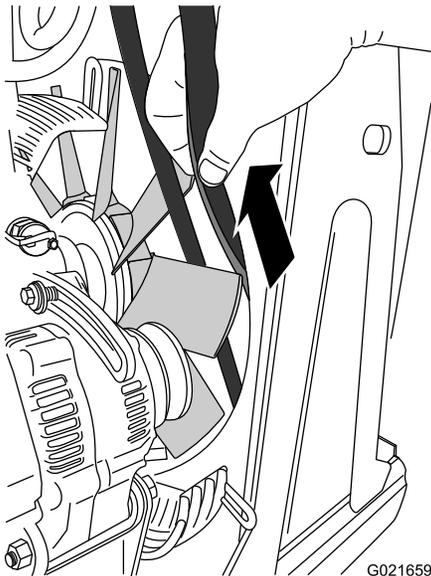

Figura 90
- Coloque la correa entre 2 de las aspas del ventilador y tire cuidadosamente de la correa hacia atrás y hacia arriba hasta que pueda retírela de la máquina (Figura 90).
- Coloque la correa entre 2 aspas del ventilador, y con cuidado, empuje la correa hacia adelante y hacia abajo hasta que esté delante del ventilador (Figura 90).